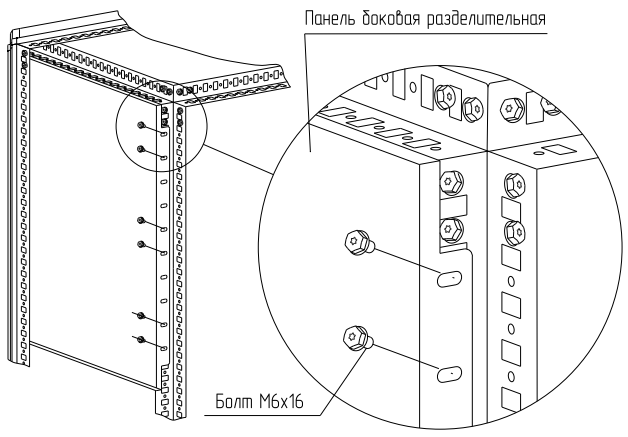

Рисунок 18
4.8.2 Установите панель боковую разделительную между стоек 1 профиля на нужной высоте и закрепите болтами М6× 16 (рисунок 18). Момент затяжки – 7 Н·м. Болты приобретаются отдельно.